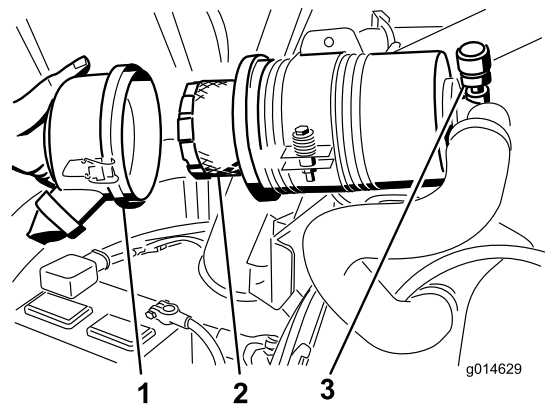

Figura 75
3. Retire y cambie el filtro (Figura 75).